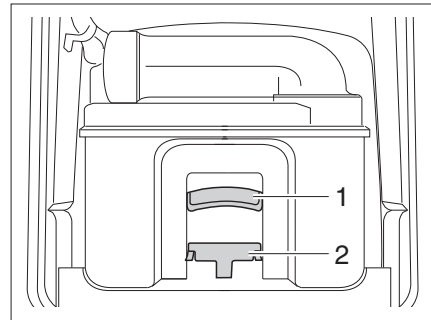

Bild 157 Thetford-Kassette
- Haltebügel (Bild 157,2) nach vorne ziehen um die Toiletten-Kassette zu entriegeln und Kassette am Griff (Bild 157,1) herausziehen.